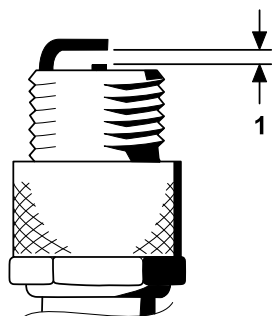

Figura 35
4. Ajuste a folga existente entre a zona central e lateral do eletrodo para 0,76 mm, como se mostra na Figura 35.